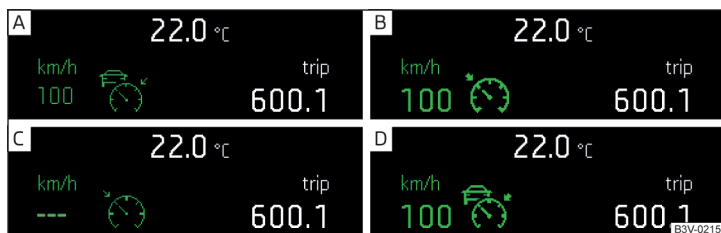

Fig. 275 Pantalla del cuadro de instrumentos combinado: ejemplos de las visualizaciones del estado de la ACC
**Indicador de estado de la ACC » fig. 275**